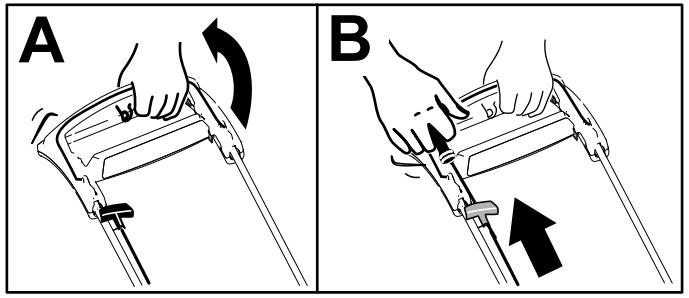

Figure 13
- Maintenez la barre de commande des lames contre le guidon (A de Figure 13).
- Tirez légèrement la poignée du lanceur jusqu'à ce que vous sentiez une résistance, puis tirez vigoureusement et laissez le lanceur se rétracter lentement jusqu'au guide-câble sur le guidon (B de Figure 13).